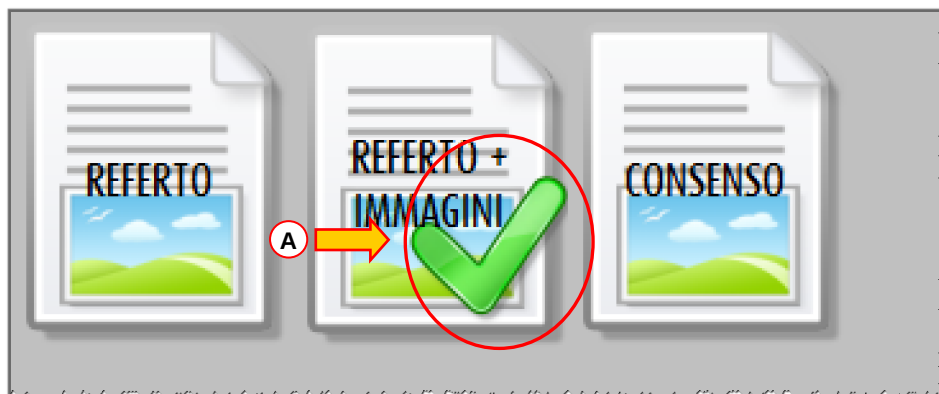

Fig 92 - Selezione stampa
L'icona cliccata appare selezionata (Fig 92 A).
- Selezionare il tipo di documento che si desidera stampare (Fig 92).